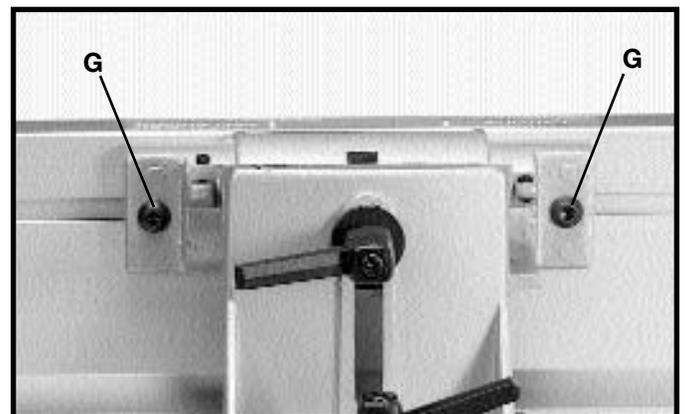

Fig. 12
6. Apriete los dos tornillos (G) Fig. 12.